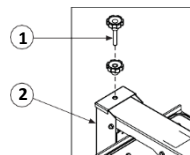

Figura 2
1º Para os equipamentos que possuem regulagem da altura de fechamento da tampa, o ajuste deve ser realizado por meio do regulador (1), localizado no suporte do braço (2), conforme indicado na **Figura 2**.